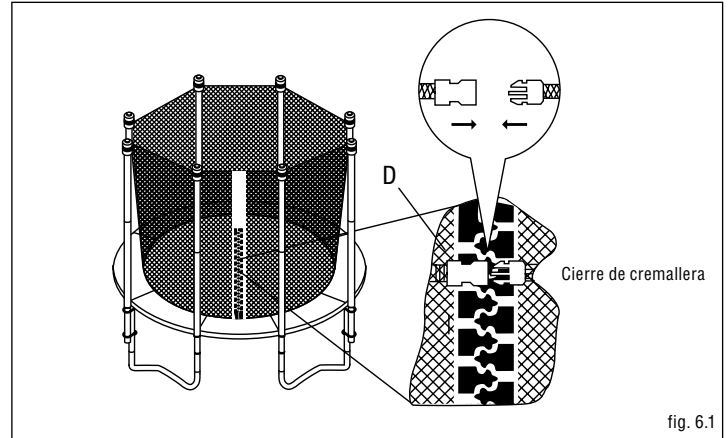

fig. 6.1
Cierre la cremallera de la red de seguridad (D) en la entrada, que debe estar entre dos patas de soporte del trampolín y luego haga que las dos trabas traben. (fig. 6.1) (la traba inferior no está dibujada).